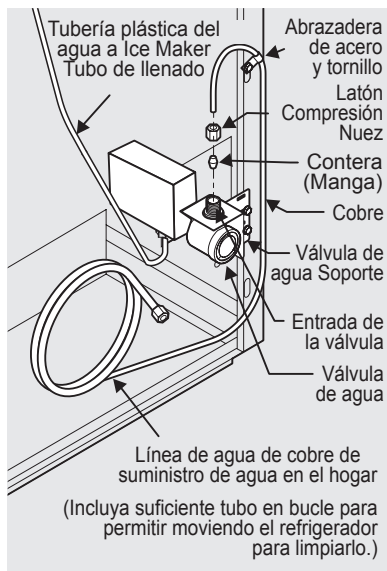

figura 1
4. **Si utiliza tubos de cobre** - Deslice la tuerca de compresión metálica, seguida del casquillo (manguito), en la tubería de suministro de agua. Encaje la tubería de suministro de agua en el grifo (6,4 mm). Deslice el casquillo (manguito) en la toma del grifo y apriete la tuerca de compresión en el grifo de forma manual. Luego utilice una llave para darle otra media vuelta, pero SIN apretarla en exceso. Consulte la figura 1.